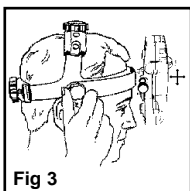

Fig 3
Será posible situar correctamente la barra frontal aflojando los ajustes correspondientes (F). Una vez que la barra se encuentre en la posición correcta, se procederá a asegurarla (F), tal como se indica en la Fig. 3.